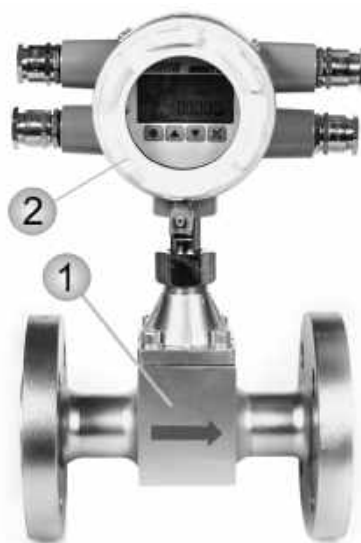

Рисунок 1. Расходомер жидкости ЭМИС-ПЛАСТ 220
Расходомер жидкости ЭМИС-ПЛАСТ 220, (см. рис. 1) состоит из первичного преобразователя (1) и электронного преобразователя (2).